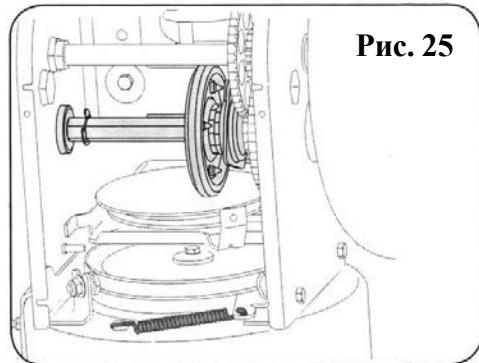

Рис. 25
2. Нанесите легкое покрытие всесезонной многоцелевой смазки на шестигранный вал. Смотрите рисунок 25.